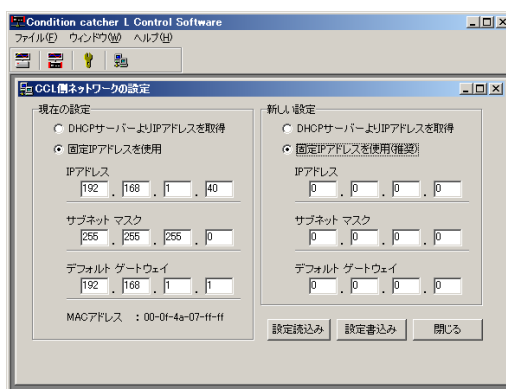

図 17. CCL側ネットワークの設定画面
- ③ 次に、図 17 のような画面が表示されます。左枠の『現在の設定』には、接続されている本体から読み込んだ現在のネットワーク設定値が表示されます。右枠の『新しい設定』パネルに必要な項目を設定し、『設定書込み』ボタンをクリックすると、この新しい設定を本体に USB インターフェイスを介してダウンロードします。
- ④ ダウンロード完了後、USB ケーブルを抜いて本体の電源を遮断してください。次回電源投入時より新しいネットワークの設定が有効になります。
**CCL-p** は DHCP サーバーを介して自動でネットワークの設定を行うことができます\*1。この場合、図 17 画面の『現在の設定』パネルに表示される値は、本体をネットワークに接続し、DHCP サーバーからの設定が実行されないとは有効となりません。
- ① 『DHCP サーバーより IP アドレスを取得』をチェックしてダウンロード実行する。
- ② 本体の電源を一旦遮断し、再投入する。
- ③ 本体をネットワークに接続する。
- ④ USB ケーブルでパソコンと本体を接続し、図 17 の画面を起動する。